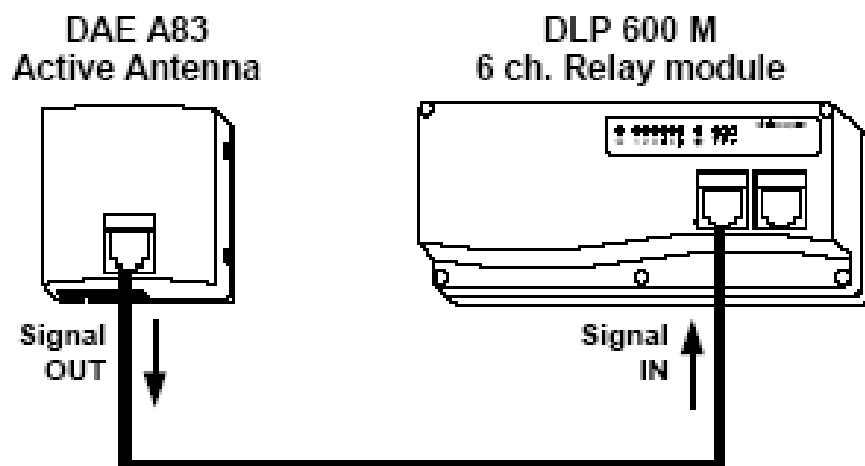

Рис.4 Пример подключения одной активной антенны DAE A83 и одного релейного модуля DLP 600M.
2. Подключить контакты 3 и 4 (Рис.4) к источнику внешнего питания, например источник с 24-х вольтовым выходом.
Примеры соединения смотрите на Рис.4 и 5.